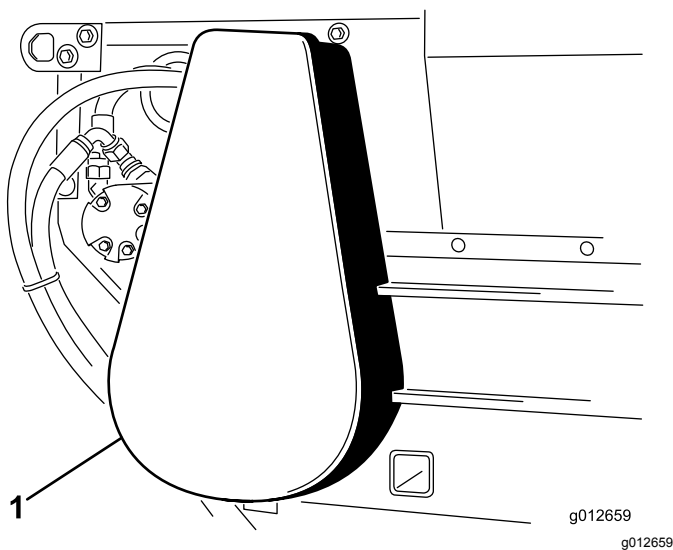

Bild 18
2. Entfernen Sie die Kettenabdeckung (Bild 18).
6. Setzen Sie die Kettenabdeckung auf (Bild 18).